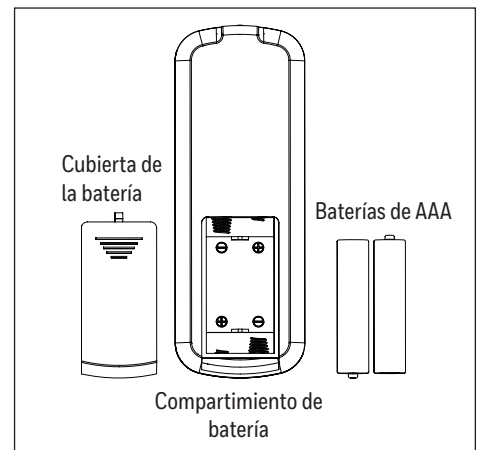

Figura 1.9
- Utilice un destornillador, si es necesario, para retirar la cubierta de las baterías de la parte posterior del control remoto. Inserte dos baterías en el control remoto; asegúrese de que la polaridad de las baterías coincida con la polaridad indicada en el compartimiento para esta: positivo (+) con positivo (+) y negativo (-) con negativo (-). Coloque de nuevo la cubierta de las baterías (Figura 1.9).